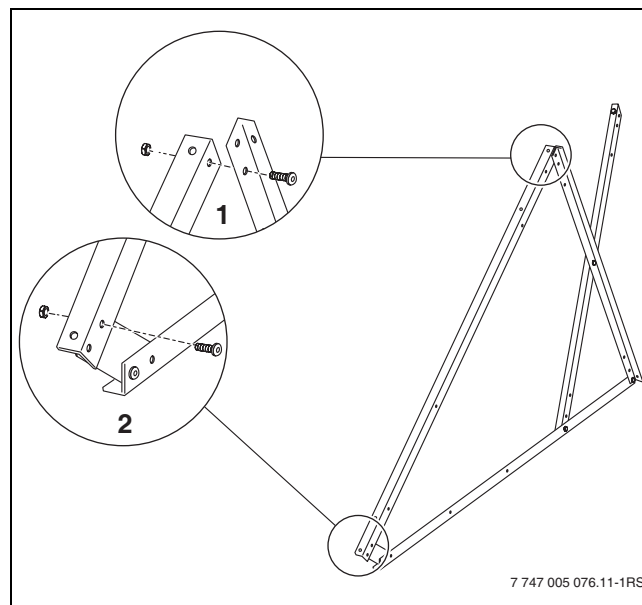

Bild 11 Trägerschiene-Kollektor montieren
- Trägerschienen-Kollektor oben an die Trägerschiene-Speicher (Bild 11, [1]) und unten an der Abstützung [2] verschrauben.